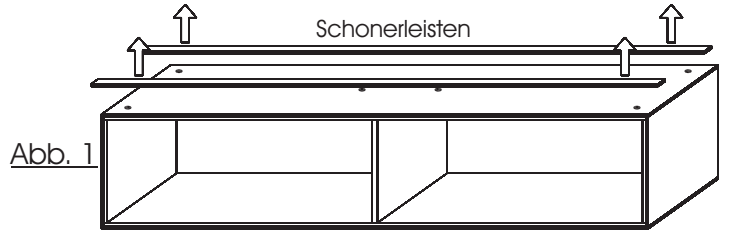

Abb. 1
2. Entfernen Sie vorsichtig die Schonleisten. (Abb. 1)